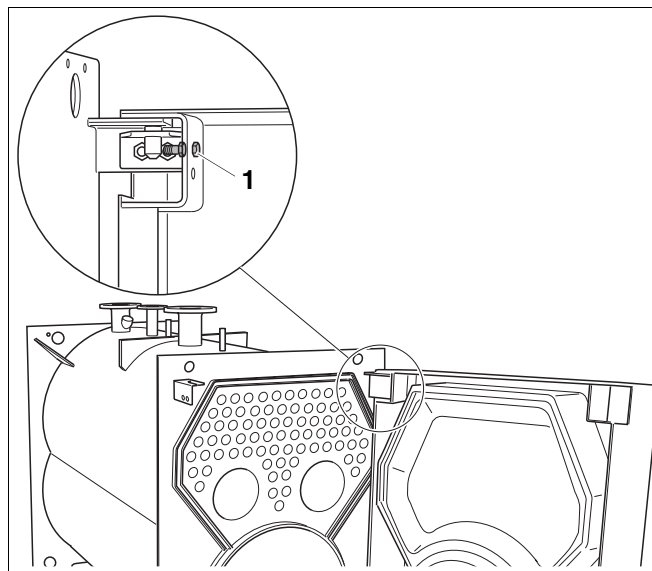

Fig. 9 Démontez la vis de sécurité
- Démontez la vis de sécurité (fig. 9, **pos. 1**) sur la charnière de porte en haut à droite.
- Après avoir ouvert la porte du brûleur, monter la vis de fixation sur la perforation supérieure de la charnière gauche de la porte (selon fig. 9).